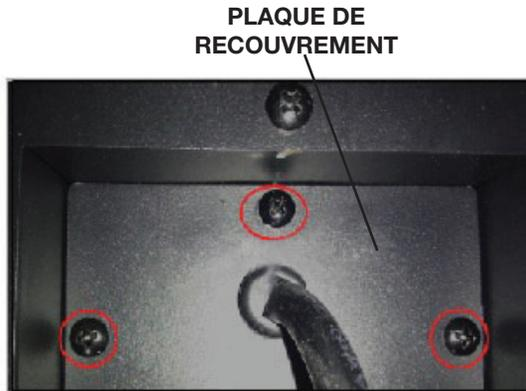

Fig. 1
- Retirez la plaque de recouvrement située sur le côté droit de l'appareil par retirer les 3 vis (**Fig. 1**).